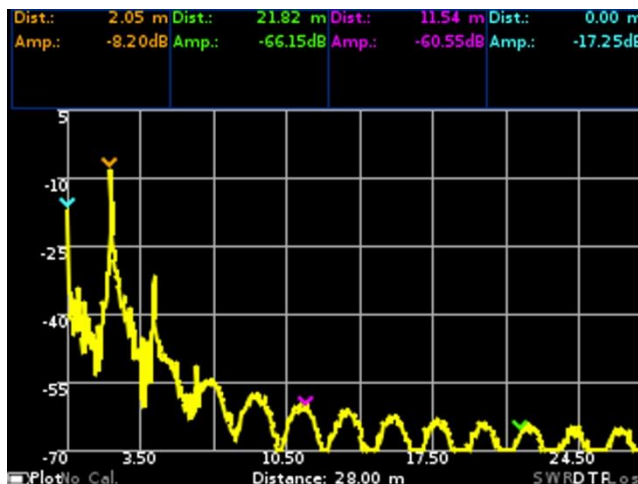

Рисунок 10.9. – График измерения расстояния до повреждения кабеля
10.7.1. **DTF** – **distance to fault** – расстояние до повреждения. Данный график (Рисунок 10.9) позволяет измерять расстояние до повреждения или неоднородности кабеля в линиях связи. Вычисляется как обратное преобразование Фурье от частотного массива коэффициентов отражения. На экране прибора график отображается как **DTF**.